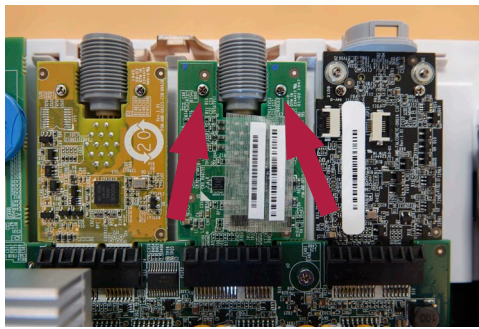

Figure 16 - Retrait des vis sur la carte VDI à remplacer
Utiliser le tournevis pour dévisser les deux vis qui maintiennent la carte VDI en place (Figure 16)
d) Insérer et visser les deux vis (couple de serrage max. 0,2 Nm) qui maintiennent la carte VDI en place (Figure 16)